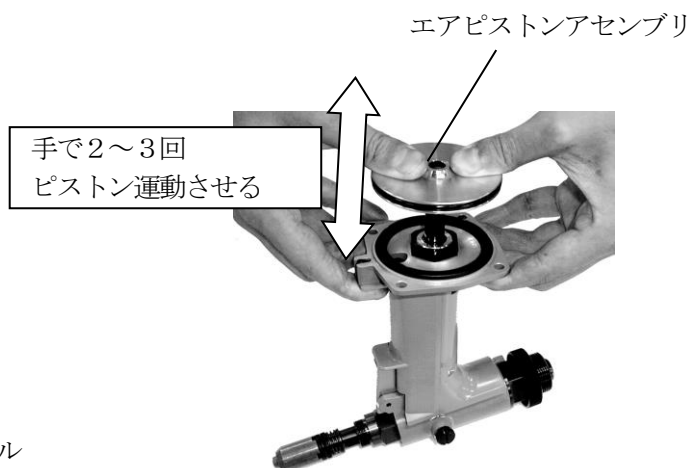

図7-10
- (8) エアピストンアセンブリを引き抜き、再度油圧オイルを(6)の要領で注入し、フィルスクリュを仮締めして下さい。
- (9) エアピストンアセンブリを押し込み、手で2～3回ピストン運動させた後、再度エアピストンアセンブリを引き抜き、油面を確認してください。(図7-10)